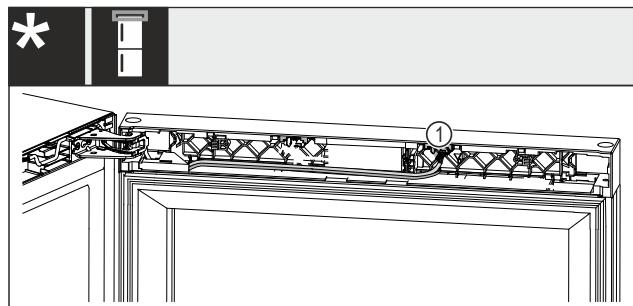

Fig. 19 Kombinált borhűtő-fagyasztókészülékek
- Húzza ki a dugót Fig. 19 (1) a házából.